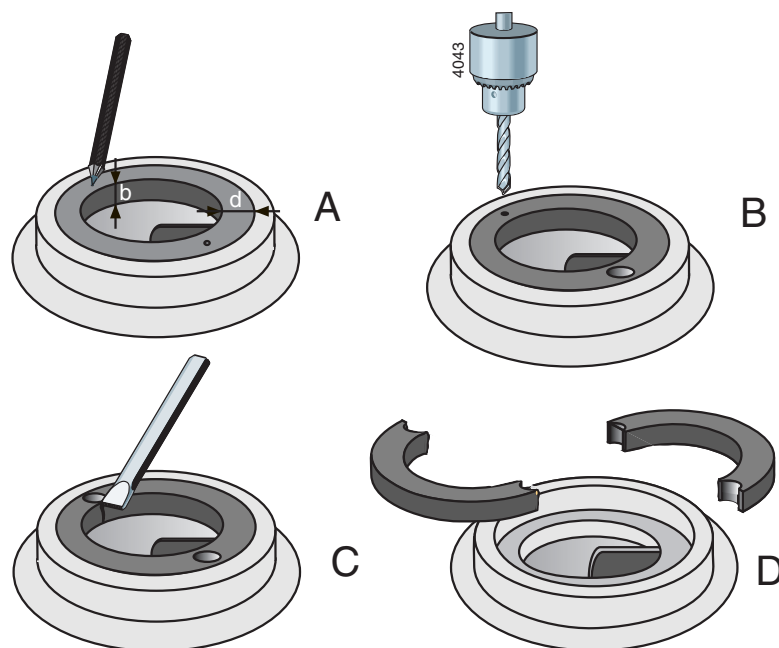

Bild 4: Borttagning av slitring.
- 1 Mät ringens tjocklek (D) och bredd (B), se bild 4 A.
- 2 Slå ett kärnslag i mitten av ringens kant på 2 motsatta ställen, se bild 4 B.
- 3 Använd en borrar med en diameter som är något mindre än ringens tjocklek (D) och borra två hål i ringen, se bild 4 C. Borra inte djupare än ringens bredd (B). Se till att pumphusets monteringsyta inte skadas.
- 4 Hacka igenom resten av ringtjockleken med ett stämjärn. Ringen kan då tas ut ur pumphuset i 2 delar, se bild 4 D.